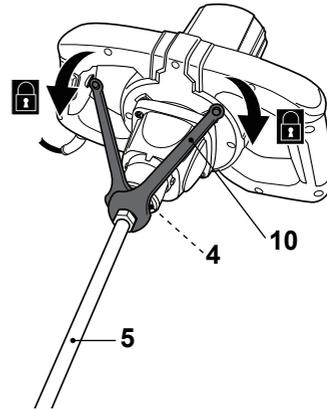

Fig. 4
>Bloquear la toma (4) con una llave de montaje (10) y asegurar la varilla (5) en el sentido de las agujas del reloj con otra llave de montaje (10) agarrando la tuerca soldada (Fig. 4).